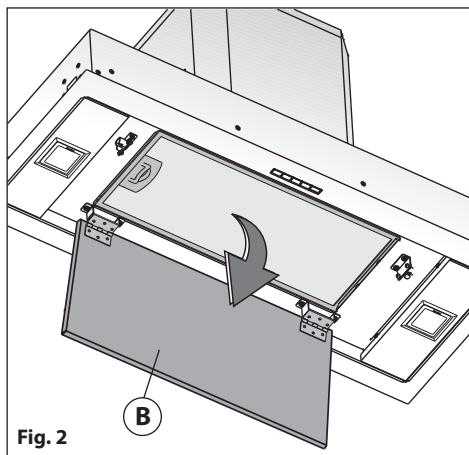

Fig. 2
- Open het paneel **B** zoals aangegeven in **Afb. 2**.